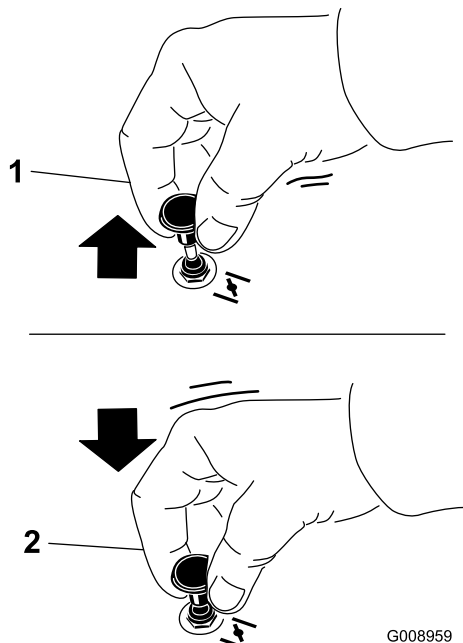

Figure 16
2. Tirez sur le bouton de starter pour engager le starter avant d'utiliser le commutateur d'allumage (Figure 16).
3. Poussez sur le bouton pour désengager le starter lorsque le moteur a démarré (Figure 16).